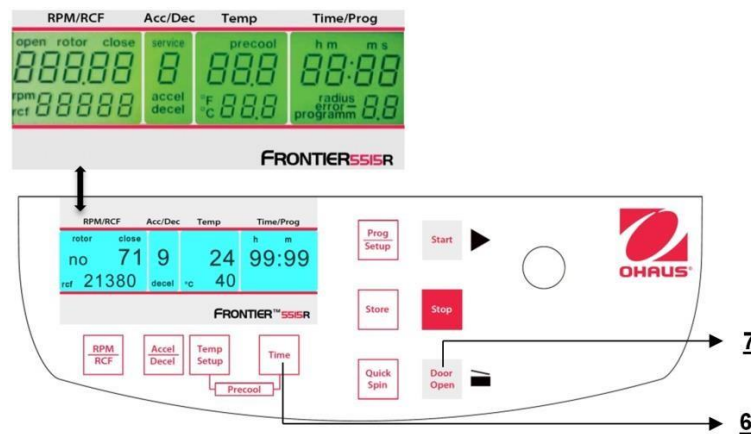

Figure. 32
La centrifugeuse étant hors tension, appuyer simultanément sur les touches "**Time**"(6) et "**Door Open**" (7), et mettre la centrifugeuse sous tension avec le commutateur principal. Relâcher les deux touches ; il en résultera l'exécution d'un test de l'affichage pendant environ 5 secondes. Tous les indicateurs apparaîtront simultanément (voir la figure 32).